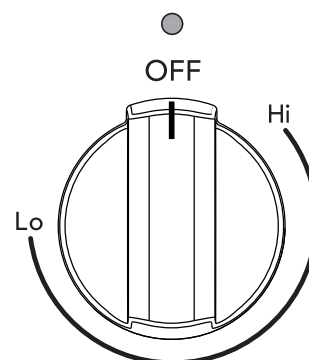

Figure 12 : Bouton de la surface de réchaud
1. Pousser et tourner dans un sens ou dans l'autre (voir Figure 12). Les températures sont indiquées par < Hi > (feu vif) et < Lo > (feu doux). La commande peut toutefois être réglée sur n'importe quelle position entre ces deux valeurs pour offrir d'autres ajustements de chaleur.